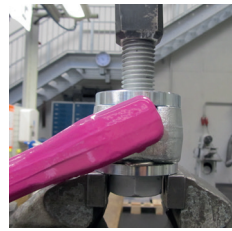

Abb. 12: Auflage des ACP zur Demontage der Schraube
2. Durch leichte Schläge auf das Schraubenende kann die Schraube aus dem Körper des ACP getrieben werden (Abb. 12). Achtung: Dabei darf das Schraubenende/Gewinde nicht beschädigt werden.